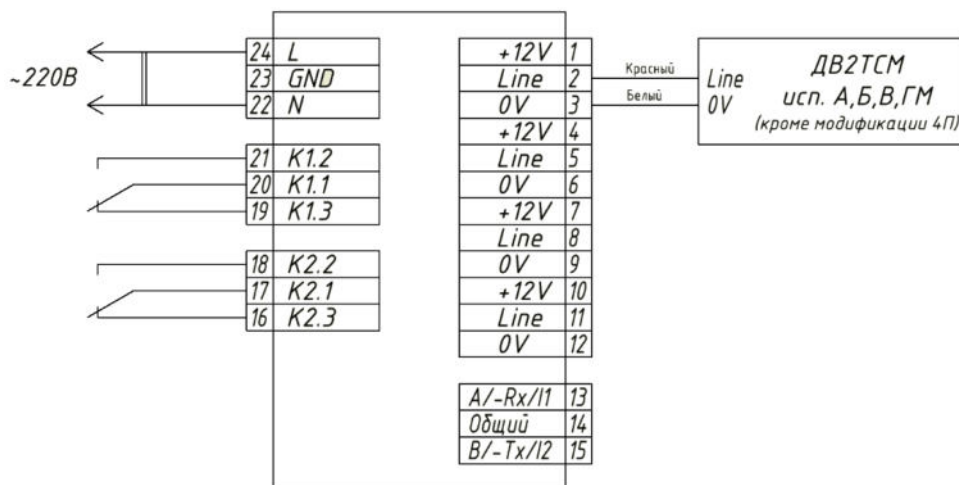
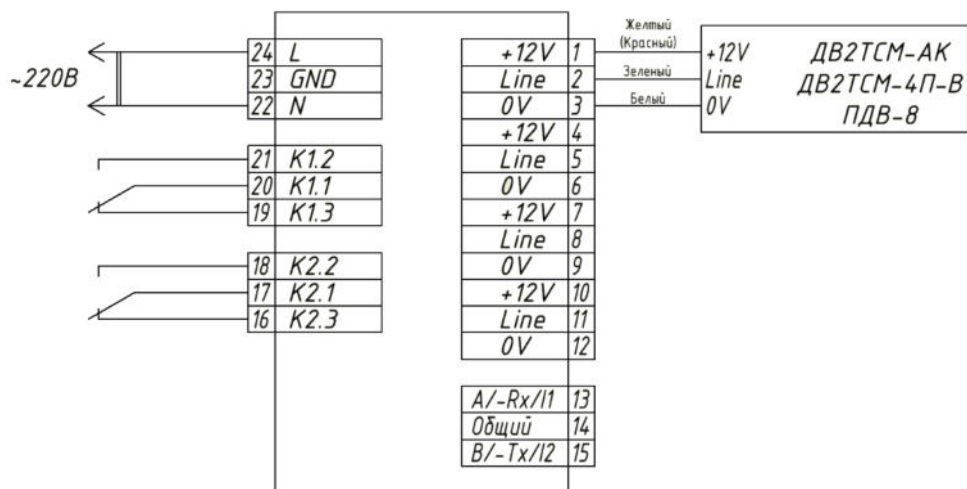

Рис.10. Двухпроводная схема подключения измерительных преобразователей к блоку индикации.
Рис.11. Трехпроводная схема подключения измерительных преобразователей к блоку индикации.
6.3. В зависимости от исполнения измерительные преобразователи подключаются к блоку индикации двух- (рис.10) или трехпроводным (рис.11) кабелем.
В термогигрометрах с преобразователями, подключаемыми по двухпроводной линии (рис.10), цепь «+12V» обесточена. При подключении к этим приборам дополнительных преобразователей ДВ2ТСМ-Г необходимо включить питание +12V. Тип, максимальное количество и схема подключения преобразователей приведены в таблице 7. Цвета стандартных проводов для схем подключения – в таблице 8.